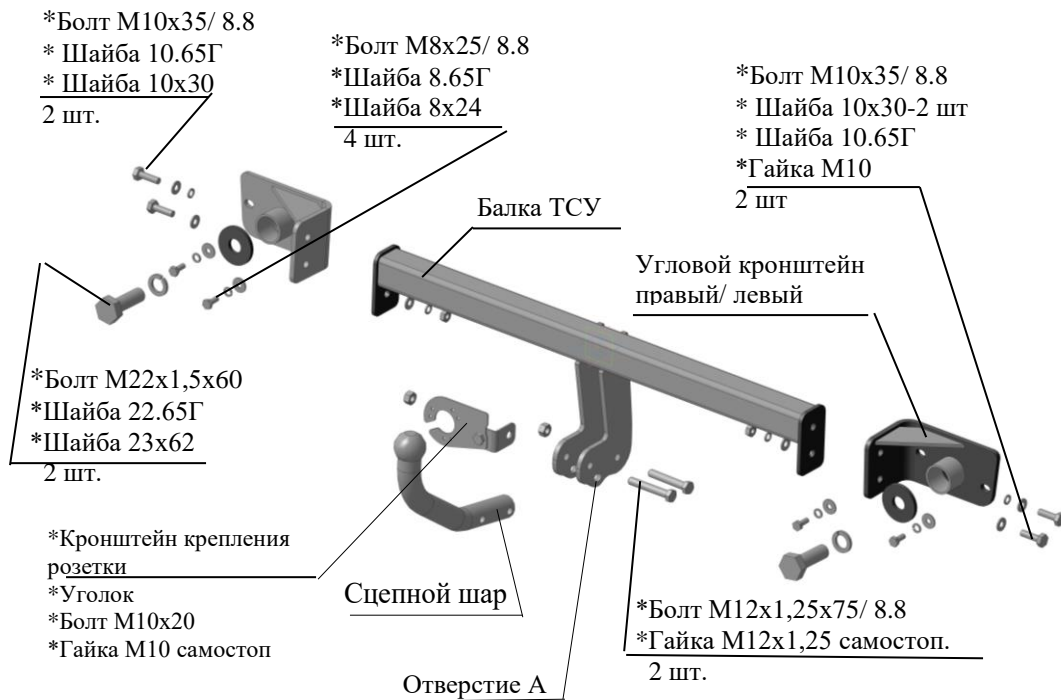

Рис.1 Тягово-сцепное устройство ТСУ 2182.
2.1 ТСУ 2182 в сборе (рис.1)	1 шт.
2.2 Пакет с комплектующими (см. рис.1)	1 шт.
4.2 Установить угловые кронштейны правый и левый к фартуку автомобиля (соответственно рис.1), закрепить болтами М8х25, используя штатные приварные гайки и подложив под головки болтов шайбы 8.65Г и шайбы 8х24. Закрепить болтами М22х1,5х60 к втулкам а/м, вваренным в лонжероны, подложив под головки болтов шайбы 22.65Г и шайбы 23х62. Крепеж не затягивать.
4.3 Установить балку ТСУ, закрепив ее к угловым кронштейнам крепежом, соответственно рис.1. Крепеж не затягивать.